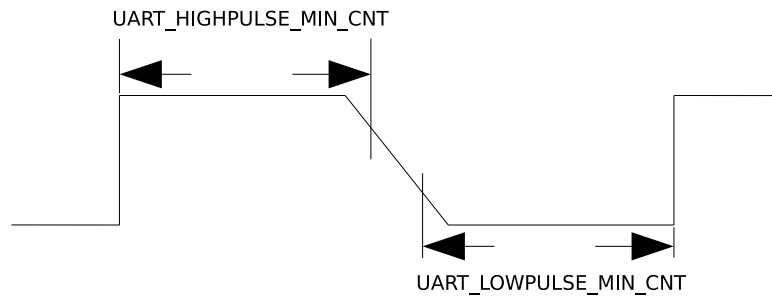

图 26-3. UART 信号下降沿较差时序图
2. 对于 UART 信号的下降沿信号比较差的情况，如图26-3所示，这时通过取 `UART_LOWPULSE_MIN_CNT` 与 `UART_HIGHPULSE_MIN_CNT` 的和平均得到的值不准确，可以通过 `UART_POSEDGE_MIN_CNT` 获取发送方波特率。计算公式如下：